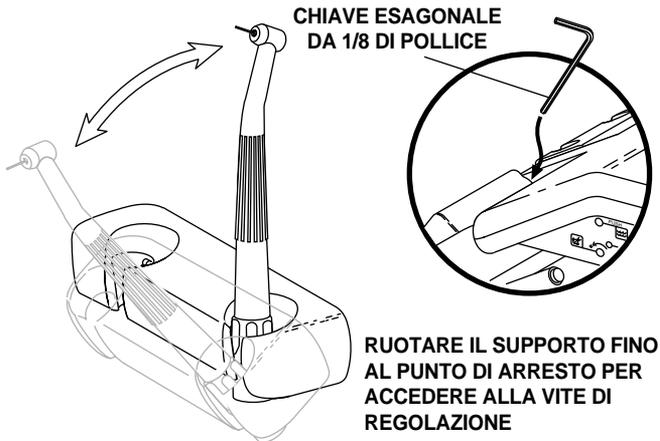

Figura 10. Supporto multiplo per manipoli
- Allentare oppure serrare la vite di regolazione dell'effetto frenante (vedere la Figura 10).